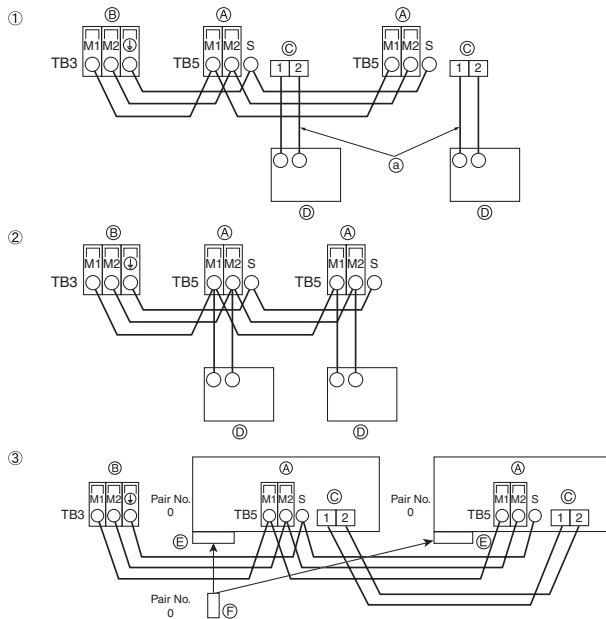

Fig. 5-4
5.4. Подсоединение пульта дистанционного управления, кабелей передачи внутри и снаружи (Fig. 5-4)